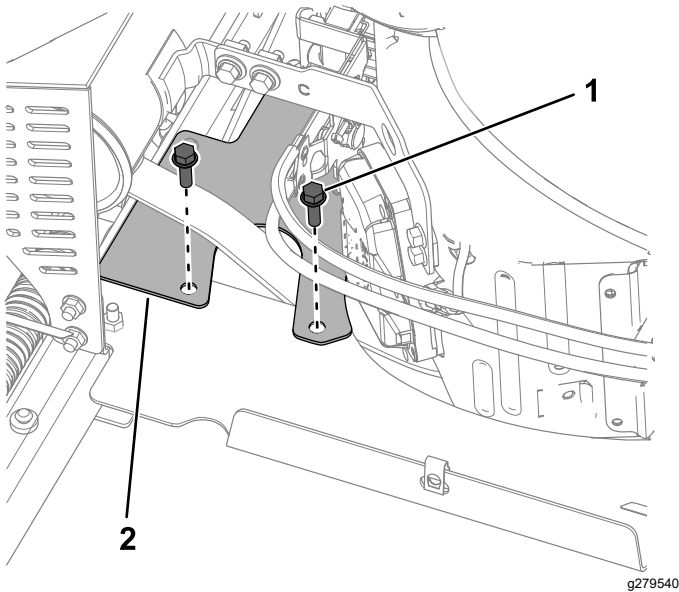

Figura 22
2. Instale el protector de la correa, como se muestra en la Figura 22. Apriete los pernos a entre 20 y 25 N·m.